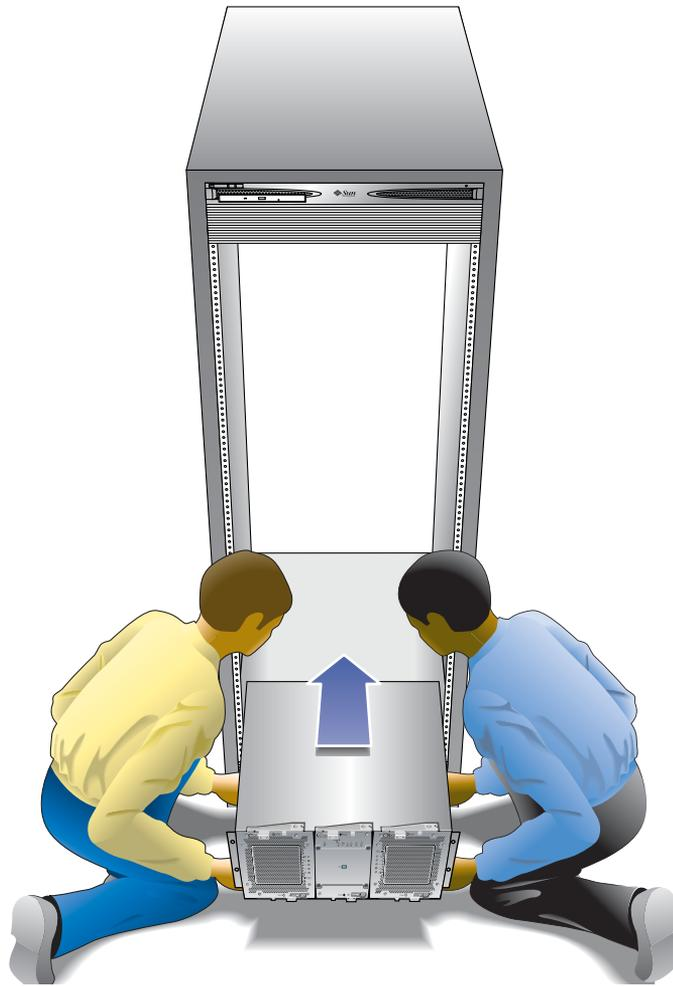

図 2-11 キャビネットへのトレイの設置
1. トレイの左右に 1 人ずつ、計 2 人でトレイを慎重に持ち上げて、左右のレールの下側の突起に載せます (図 2-11)。